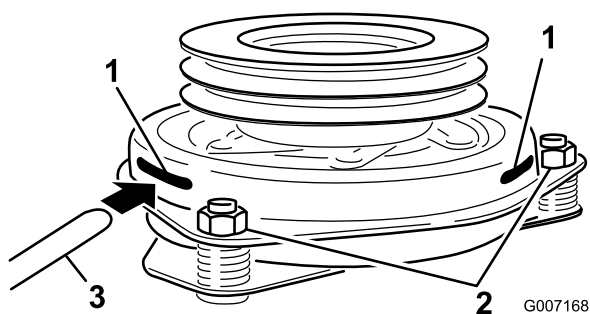

Bild 63
dem Anschlussstück und den Reiboberflächen des Drehzylinders ist (Bild 63).
9. Ziehen Sie die Sicherungsmuttern an, bis die Fühlerlehre etwas fest sitzt, jedoch leicht bewegt werden kann (Bild 63).